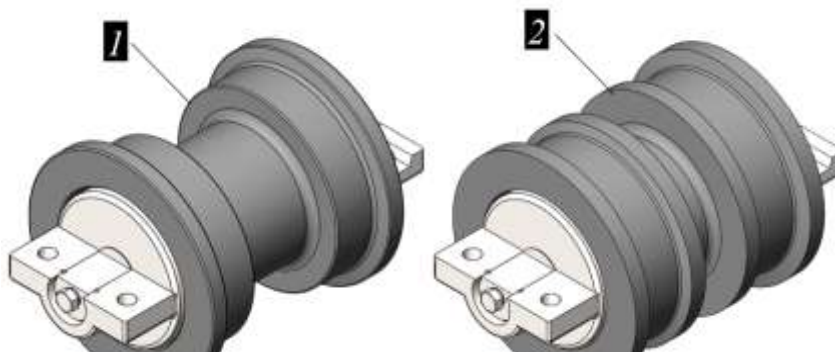

Рисунок 5.52. Внешний осмотр опорных и поддерживающих катков
- ▶ Провести визуальный осмотр, рис. 5.52. Не допускается течи масла из-под опорных крышек;